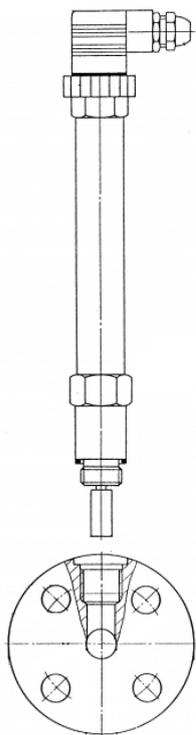

Рис.4. Датчик EL18
**Датчик EL18** устанавливается в тело фланца Ду15 .... Ду40 (рис.4).